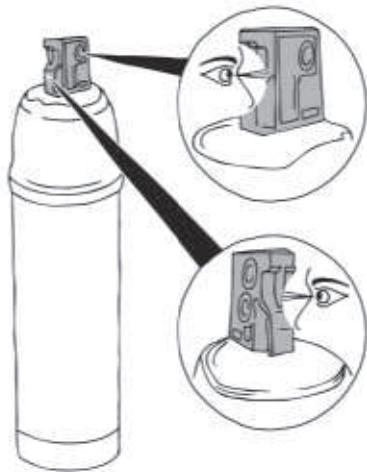

Abb. 36
12. Prüfen Sie, ob die insgesamt 3 O-Ringe richtig in den Einkerbungen der neuen Filterkartusche sitzen. Drücken Sie die O-Ringe ggf. mit den Fingern in die Einkerbungen (Abb. 36).